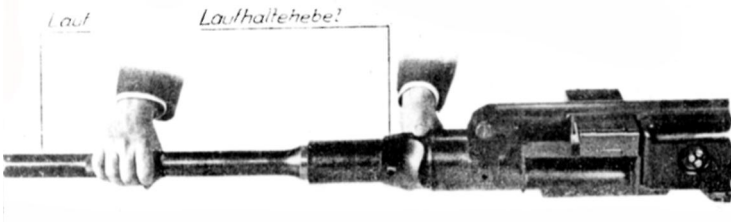

Abb. 51: Herausnehmen des Laufes
V. Instandsetzung (Abb. 51—87)
1. Herausnehmen und Einsetzen des Laufes (Abb. 51 und 52)